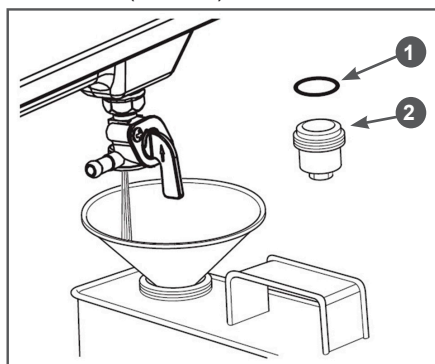

Рис. 21 Слив топлива с топливного бака
- открутите стакан 2 отстойника (Рис. 21);
- откройте топливный кран и слейте топливо в приготовленную для этого ёмкость (Рис. 21)
- установите на место стакан отстойника. Перед установкой убедитесь в том, что уплотнительное кольцо 1 находится на месте и не повреждено (Рис. 21).